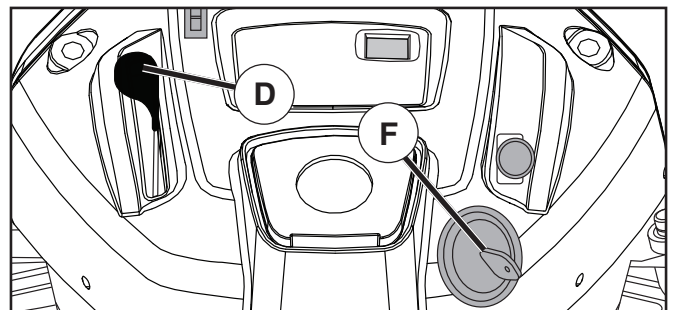

Fig. 9
- Mueva el control de aceleración (D) a la posición lenta.
- Gire la llave de ignición (F) a la posición de apagado "STOP" y remueva la llave al abandonar el tractor para evitar el uso no autorizado.
### PARA USAR EL CONTROL DE LA ACELERACIÓN (D) (Vea Fig. 9)